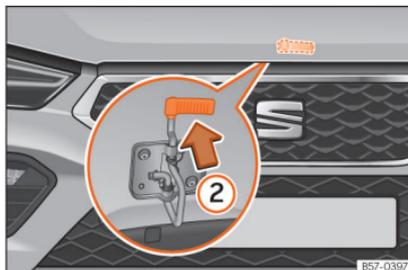

Abb. 220 Hebel unter der Motorraumklappe.
- Zum Anheben der Motorraumklappe drücken Sie den Hebel unterhalb der Motorhaube nach oben » Abb. 220 ②. Dabei wird der Fanghaken entriegelt.